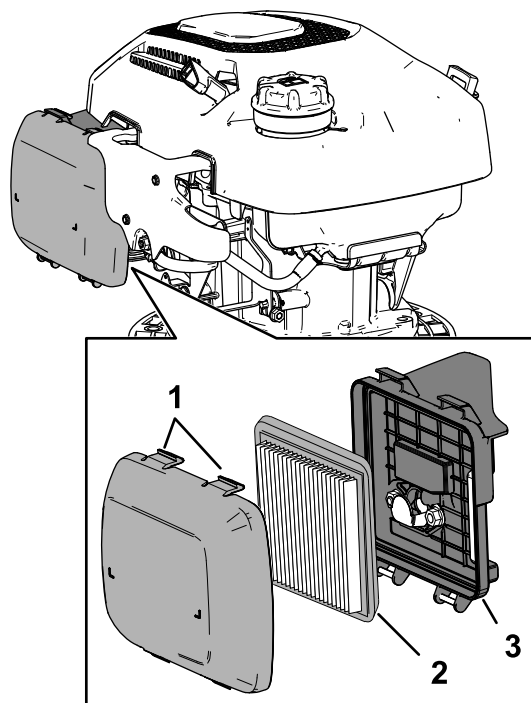

Figura 33
1. Premete verso il basso le linguette di chiusura nella parte superiore del coperchio del filtro dell'aria (Figura 33).
3. Rimuovete l'elemento filtrante (Figura 33).